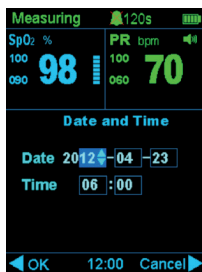

Fig. 3.2
Legenda fig. 3.2
- 2) Selezionare la voce "Data e ora" nel menu principale: si entrerà così nel corrispondente sottomenu come mostrato in Fig.3.2.